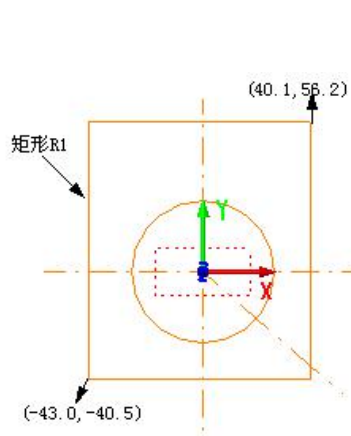

图 3-8 矩形 R1
- 4、绘制矩形 R1：在 $Z=0$ 平面内，点击“【曲线绘制(D)】->【矩形(R)】”菜单项，选择  直角矩形[A]子命令，绘制矩形 R1，定义两角点为(-43.0,-40.5)和(40.1,56.2)，结果如图 3-8 所示；